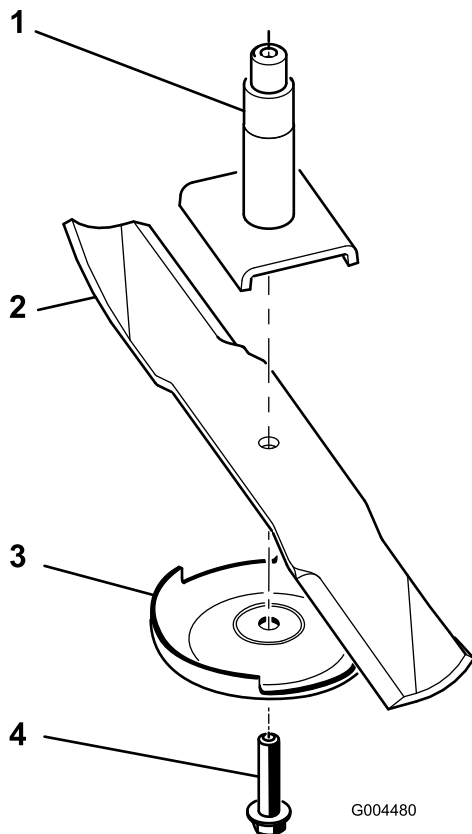

Figura 74
2. Rode o parafuso da lâmina no sentido dos ponteiros do relógio para retirar o parafuso (Figura 74).
3. Retire a placa antidano e a lâmina do eixo (Figura 74).